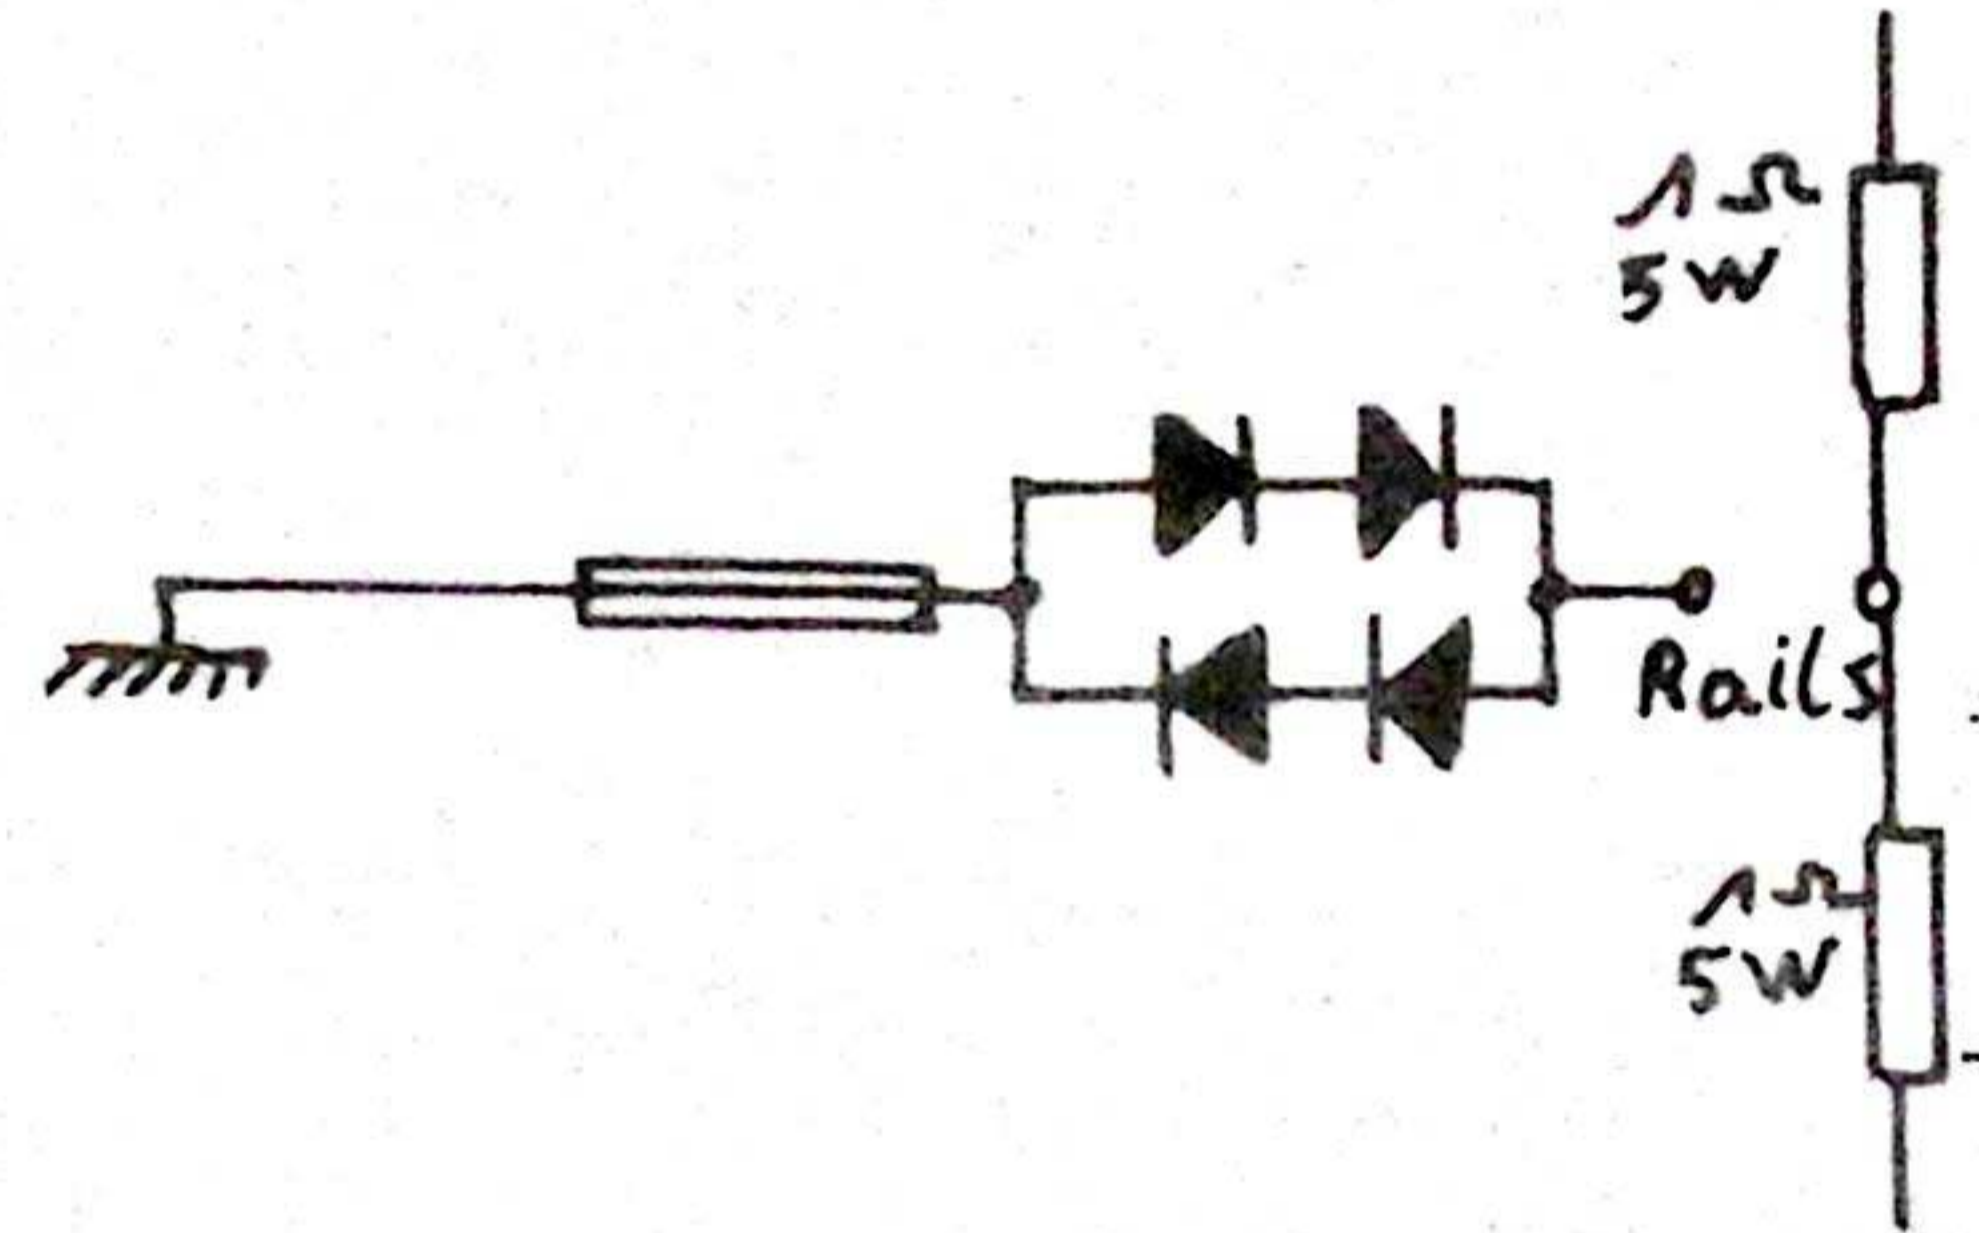

Fig 10.
- pour diminuer cette valeur, placez les diodes en série avec le disjoncteur, vous aurez avec 2 diodes 13,8V, voyez la fig10.